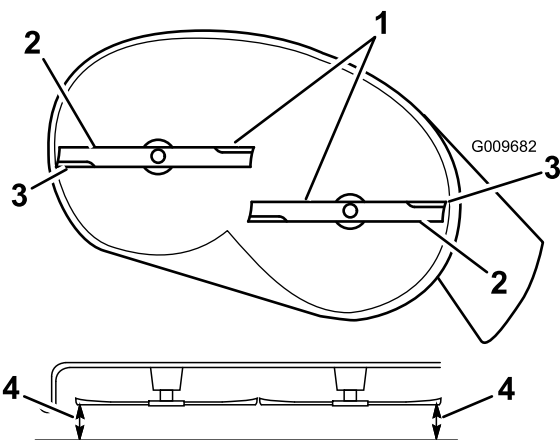
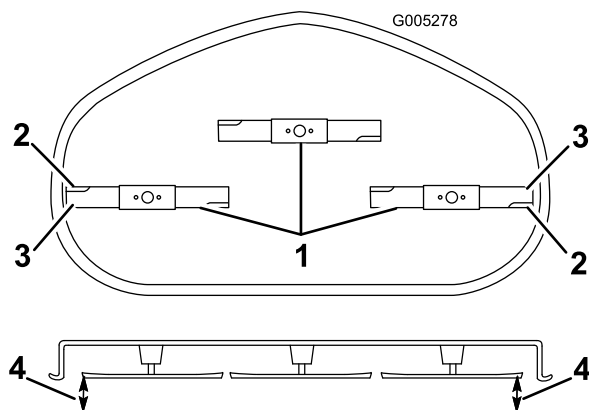

Bild 59
Bild 60
- Drehen Sie die Messer vorsichtig, sodass sie alle seitlich gestellt sind (Bild 59 und Bild 60).
5. Messen Sie den Abstand zwischen den äußeren Schnittkanten und der ebenen Oberfläche (Bild 59 und Bild 60). Wenn beide Messwerte nicht innerhalb von 5 mm liegen, ist eine Einstellung erforderlich. Machen Sie mit diesen Schritten weiter.